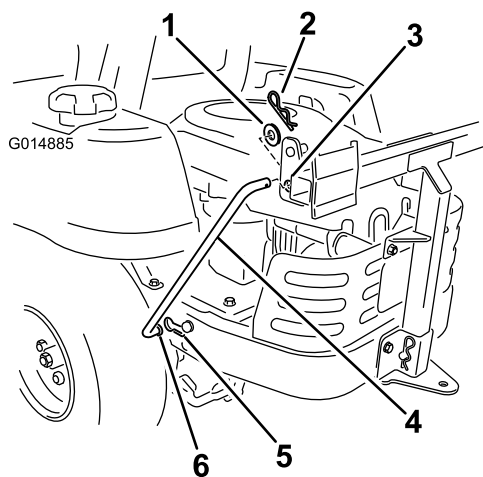

Figura 14
5. Instale dos varillas de apoyo, una en cada lado del bastidor del ensacador. Localice la ranura en forma de bocallave en el bastidor de la máquina, e instale el extremo doblado abocinado de la varilla en la ranura (Figura 14). Mueva la varilla hacia atrás para asentarla en el bastidor.